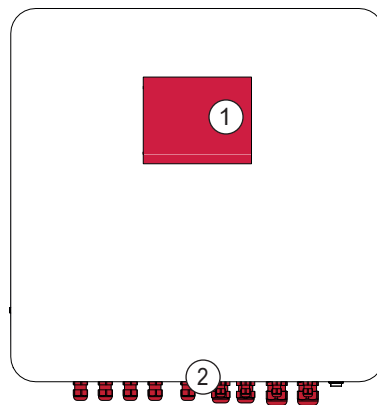

Abb. 36: Kabelverschraubungen an der Powerbox
Die Bedieneinheit (1) ist auf der Frontseite der Power Box angebracht (Abb. 36). Der Regler in der Power Box kommuniziert mit dem Kältekreismanager in der Wärmepumpe über ein BUS Kabel. Die Power Box wurde so geplant, dass innerhalb noch Platz für hutschienenmontagetaugliche Gerätschaften (BUS-Modul, Netzteil, etc.) vorhanden ist.
Alle elektrischen Anschlüsse an der Powerbox sind durch die dafür vorgesehenen Kabelverschraubungen (2) zu führen und fest zu verschrauben (Abb. 36). In der Powerbox sind die Kabel laut Schaltplan anzuschließen.